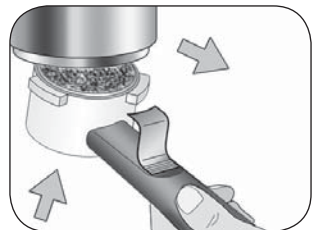

Abb. 16
- 5 Wenn der Filterhalter nach der Kaffeezubereitung abgenommen wird, kann es passieren, dass der Portionsbeutel oben am Gerät festgeklemmt bleibt. Zum Entfernen des Portionsbeutels den Filterhalter wie in der Abbildung gezeigt neigen und den Portionsbeutel in den Filterhalter fallen lassen (Abb. 16).